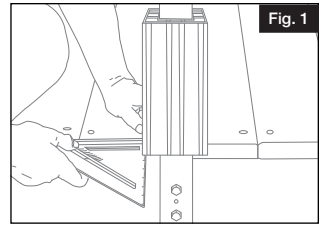
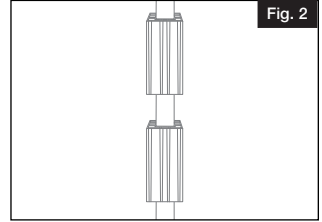

Fig. 1
Fig. 2
- Beneath all post locations install at least two (2) 2x8 blocks (Fig. 1) using at least three (3) #10x3½" deck screws (sold separately) penetrating through the joists at least 1½" into the blocks (Fig. 2).
- Raise bottom insert temporarily to allow room to fasten steel post to concrete (Fig. 1).
- Mark holes through the bottom plate of steel post onto concrete surface (Fig. 1).
Push masonry anchors (not included) through post plate and attach to concrete surface (posts can be leveled as needed by supplied vinyl shims) (Fig. 2). Follow masonry anchor installation instructions.
**Position the lower post insert adjacent to deck surface (Fig. 1).**
NOTE: If installing ADA Hand Rail™ onto post, determine the mounting location and create sufficient attachment by blocking out post with 1" material or by purchasing a third post insert and installing at desired location (Fig 2).
- À chaque emplacement de poteau, placer au moins deux blocs de 2 po x 8 po/50 mm x 203 mm (Fig. 1) fixés au moyen d'au moins trois vis no 10 x 3½ po/88,9 mm (vendues séparément). Enfoncer les vis à travers les solives en s'assurant qu'elles pénètrent au moins 1½ po (38,1 mm) dans les blocs (Fig. 2).
- Soulever temporairement la pièce insérée du bas pour avoir suffisamment d'espace pour fixer le poteau d'acier au béton (Fig. 1).
- Tracer des marques sur la surface du béton à travers les trous de la plaque de base du poteau d'acier (Fig. 1).
Insérer les ancres de maçonnerie (non compris) à travers les trous de la plaque de poteau, et fixer les ancres à la surface du béton. Au besoin, on peut mettre les poteaux de niveau en utilisant les cales en vinyle fournies. (Fig. 2).